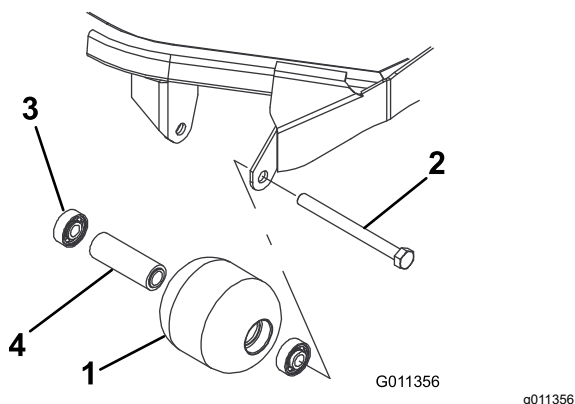

Figura 94
1. Îndepărtați urubul de montare a rolei (Figura 94).
1. Apăsai primul lagăr în carcasa rolei (Figura 94). Apăsai doar sau în mod egal pe calea de rulare interioară și exterioră.
2. Introduceți distanțierul (Figura 94).
3. Apăsai al doilea lagăr în carcasa rolei (Figura 94). Apăsai în mod egal pe calea de rulare interioară și pe cea exterioră până când calea interioară intră în contact cu distanțierul.
4. Inspectați carcasa rolei, lagărul și distanțierul lagărului pentru a observa dacă sunt deteriorate (Figura 94). Înlocuiți toate componentele deteriorate și montați-le.